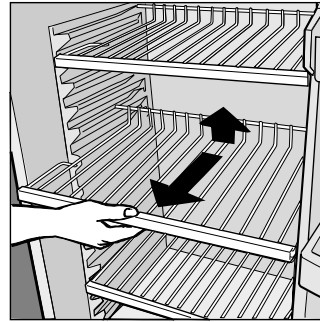

Fig. 1
- La sección nevera está dotada de prácticos estantes extraíbles (Fig. 1) y regulables en altura gracias a las guías correspondientes. Por ello es posible introducir también grandes recipientes y comidas de dimensiones notables